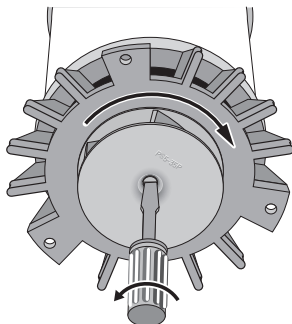

Figure 9
4. Tenir l'axe du moteur avec un tournevis et dévisser la turbine tel qu'illustré (figure 9). La turbine a un filetage de gauche, donc elle se desserre vers la droite (↻).